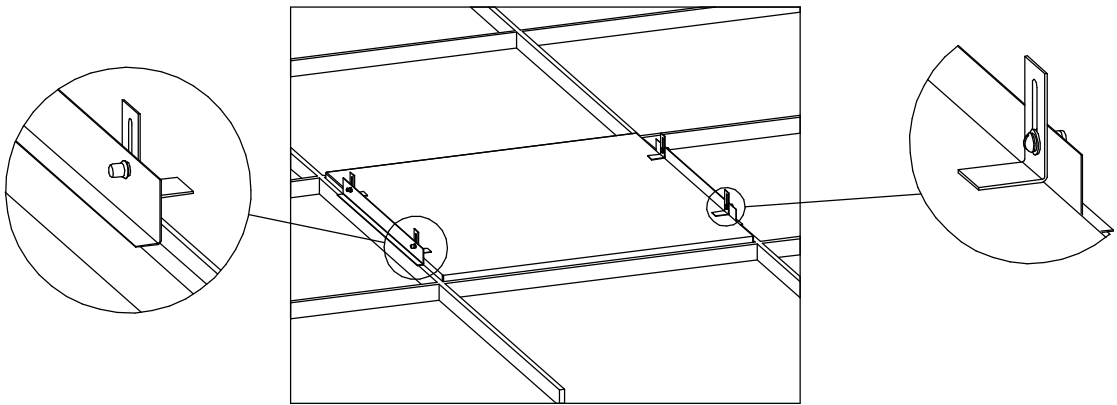

Рисунок 2 - Схема установки светильника на уголках
5.3 Установите светильник на опорную поверхность (см. рисунок 2, 3).